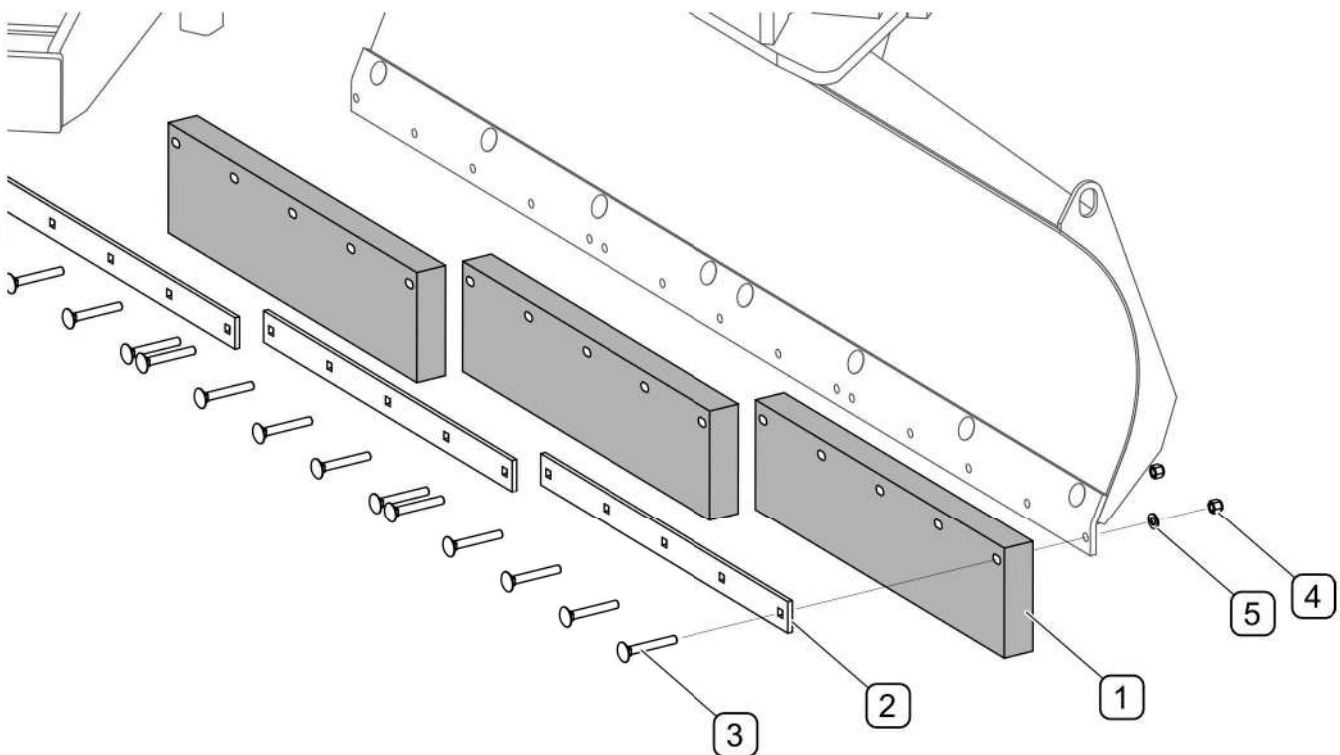

РИСУНОК 5.1 Замена резиновых кромок отвалов
(1) - резиновая кромка; (2) - прижимная планка; (3) - болт M12x90; (4) - контргайка M12; (5) - шайба 12
Для того, чтобы демонтировать сегменты резиновой кромки (РИСУНОК 5.1 , нужно отвинтить гайки (4) от соответствующего сегмента и вынуть болты (2). Закрепить новый сегмент кромки (ТАБЛИЦА 5.1).